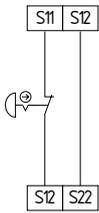

Fig. 6
**Circuit d'arrêt d'urgence à 1 canal avec organes de commande selon ISO 13850 et IEC 60947-5-5 (Fig. 6)**